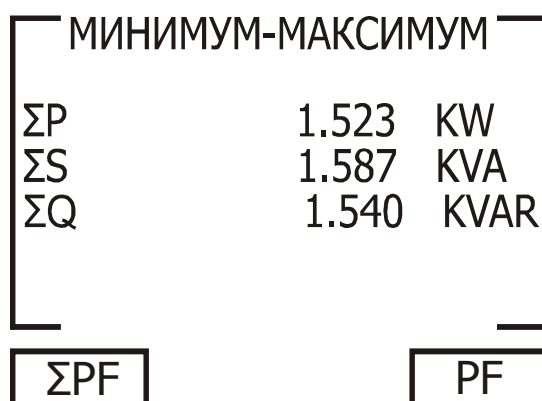

Рис. 30
3. Выберите пункт **Минимум-Максимум**, если требуется вывести на дисплей пиковые значения мощности и коэффициента мощности, и нажмите «Enter». На дисплее появится соответствующий экран (рис. 30):